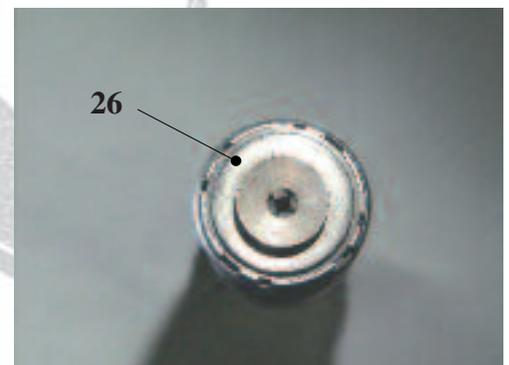

Fig. 16
- Repousser les quatre mâchoires de centrage (25) vers l'extérieur contre la butée de la tête de dénudage et mettre en place la platine à hélicoïdes (26), Fig. 16.